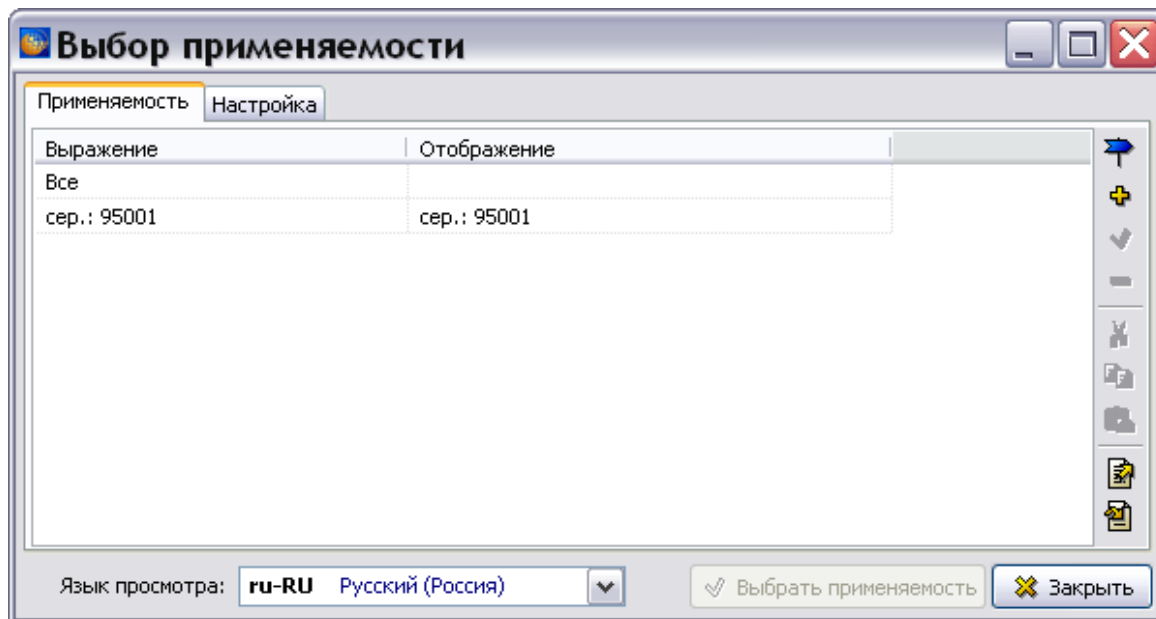

Рис. 5.164
5. Нажмите на кнопку **Применить**. При этом произойдет возврат в диалоговое окно **Выбор применяемости**, в котором отобразится заданная применяемость (Рис. 5.164).